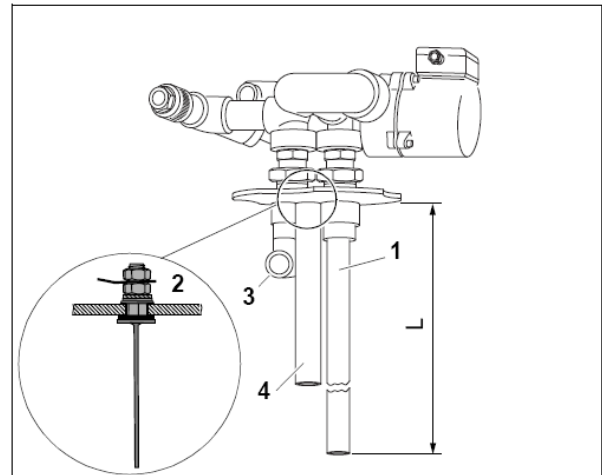

Рис. 1 Logalux LAP
- Занурювана трубка (Рис. 1, Поз. 1), з двох частин (починаючи з типорозміру бойлерів 400/2 знаходиться в пакуванні разом з теплоізоляцією).
Пояснення до Рис. 1
- Після цього слід установити наявний анод (інертний анод-протектор, див. Рис. 1, Поз. 2, або магнієвий анод-протектор для SF300/2, див. Рис. 1, Поз. 4) на покриття люка завантажувального модуля (див. також ремонтні вказівки «Заміна магнієвих анодів-протекторів»).
- В залежності від типу бойлера необхідно забезпечити довжину занурюваної труби відповідно до Таблиці 1 та Рис. 1.